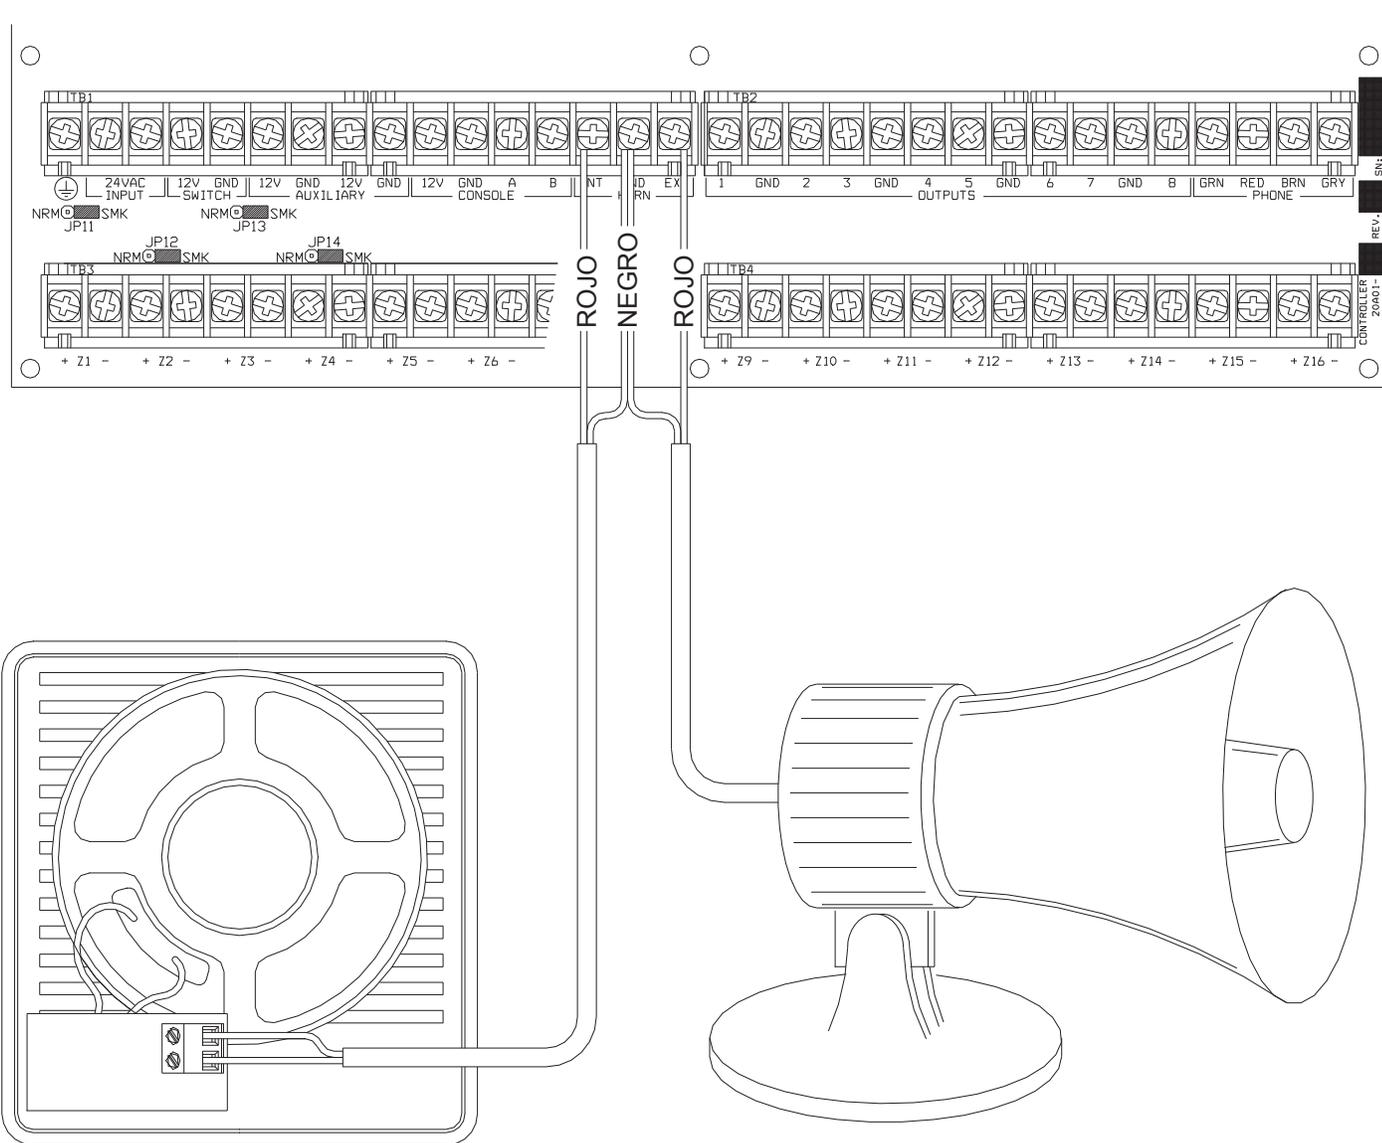

FIGURA 8 - CONEXIONES DE ALARMA SONORA
4. Para las conexiones, consulte la **FIGURA 8 (CONEXIÓN DE ALARMA SONORA)**.